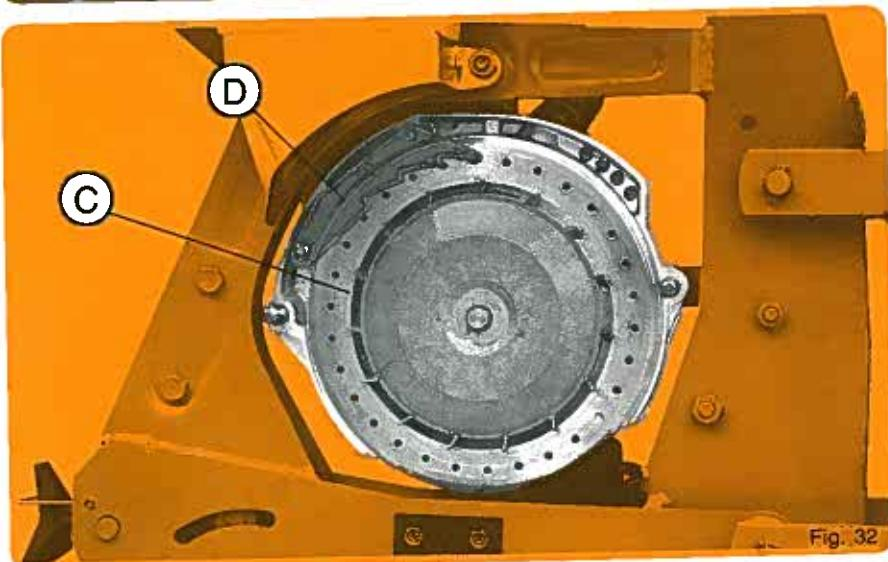

Fig. 32
Les plaques de sélection (D) se placent sur les disques (côté couvercle et non entre disques et couronnes plastique) (fig. 32).